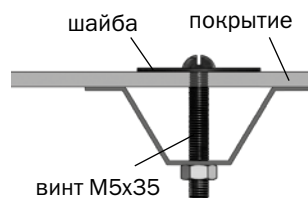

Рис.16
**3.** Установите боковины торца в соответствии с рис.16. Придерживая кусок покрытия, закрепите его винтами с шайбами по деталям **6к, 7, 8, 21**. и по уголкам с помощью самонарезных винтов с шайбами. Отверстия для винтов выполняются сверлом диаметром 5 мм изнутри теплицы через готовые отверстия в деталях каркаса. Установите куски «конька», закрепляя их на уголки с помощью самонарезных винтов с шайбами. Нахлест с боковинами срезать.